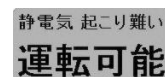

図 7-6
14) [静電気 起こり難い]が表示されるまで、ソープを徐々にベースタンクへ追加してください。(図 7-6)